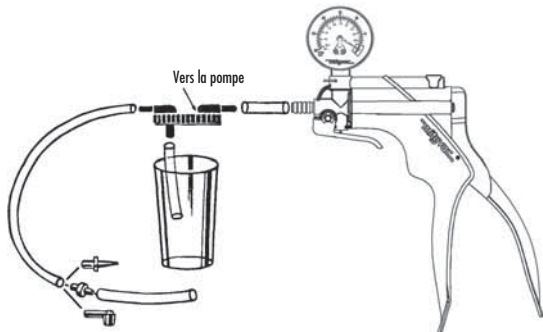

FIGURE 16: KIT DE PURGE DE FREIN
- 3) Glisser 3,8 cm (1-1/2po) de tuyau entre la pompe et le couvercle du récipient à l'orifice marqué « **VERS LA POMPE** » (FIGURE 16).